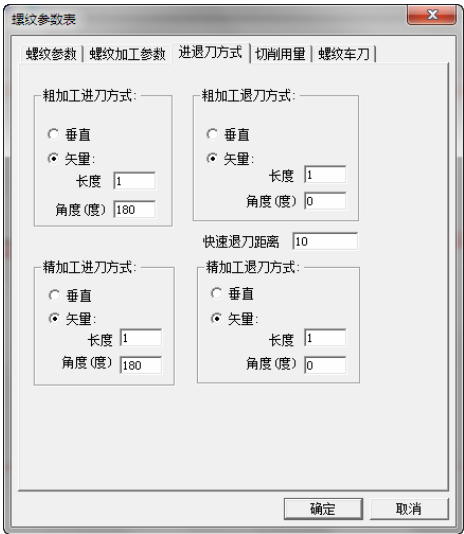

图 4-165 螺纹切削进退刀方式参数设定
4) 单击“进退刀方式”选项卡，设置具体参数，进刀/退刀方式：矢量，其他参数如图 4-165 所示。